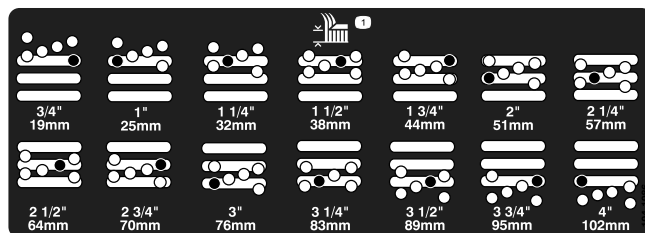

図 8
5. 希望の刈り高にチェンバを合わせ、その刈り高の穴とスロットにスペーサを通す図 8。